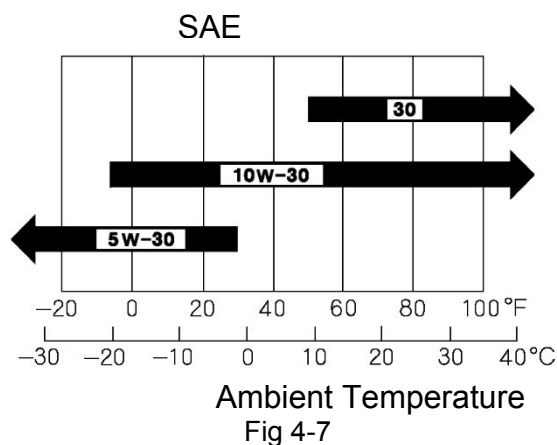

Fig 4-8
- 2.4.1、 Non permettere che il carburante trabocchi dal serbatoio. Il livello massimo del carburante è indicato di seguito. Pulire immediatamente eventuali fuoriuscite di benzina con un panno asciutto (Fig. 4-8) .